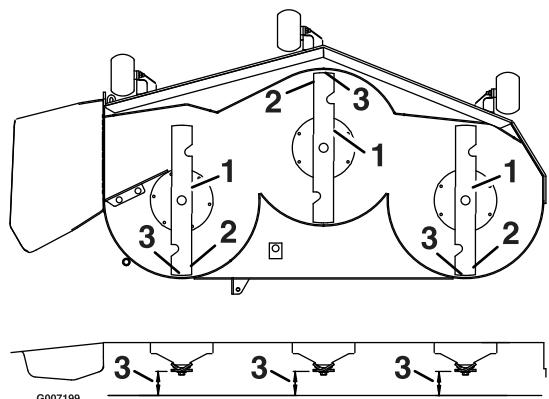

Figure 46
8. Faites pivoter les lames avec précaution pour faire passer les pointes avant à l'arrière (Figure 46).
9. Mesurez la distance entre la pointe de la lame avant et la pointe de la lame arrière par rapport à la surface plane (Figure 46). Si la pointe avant de la lame n'est pas de 1,6 à 7,9 mm (1/16 à 5/16 pouce) plus basse que la pointe arrière, réglez la patte de fixation avant.